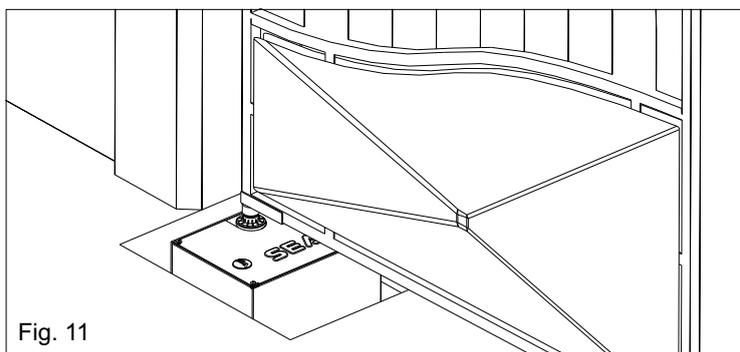

Fig. 11
3.7. Poser les vantaux du portail sur le profilé en U (Fig. 11) et les relier à la charnière sur la partie supérieure.